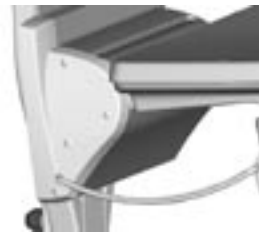

Figure 10
- Bohren Sie nun an der Markierung an der rechten Seite des Duschsitzes um den Befestigungsstab anzubringen (siehe Abbildung 10).